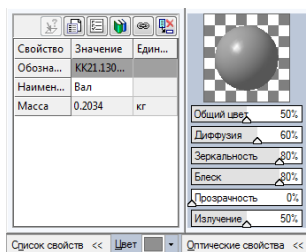

Рис. 3
**Наименование:** Вал (см. рис. 3,4).